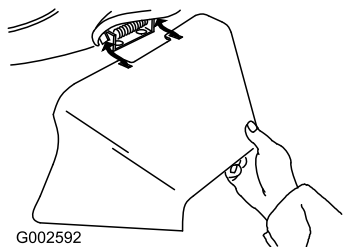

Figura 34
3. Montate il condotto di scarico laterale e chiudete lo sportello sul condotto (Figura 34).